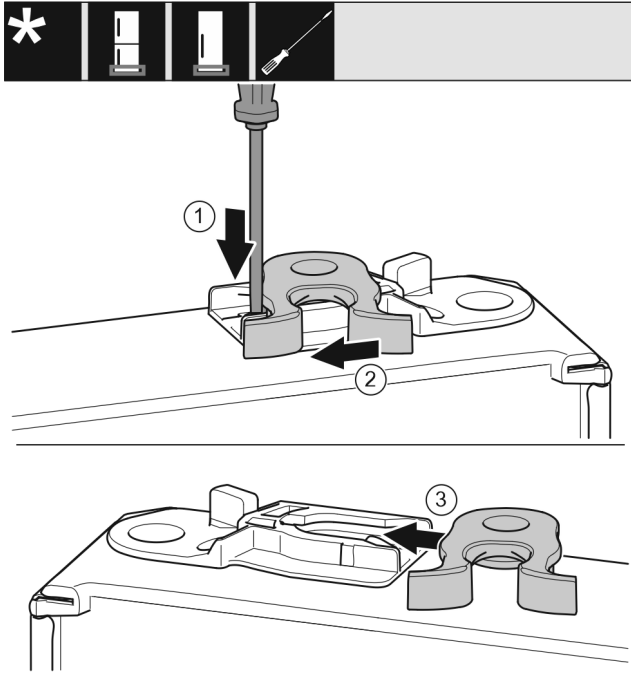

Fig. 17
- Pousser la languette Fig. 17 (1) vers le bas avec un tournevis plat.
- Retirer la gâche Fig. 17 (2) du guide.
- Pousser la gâche Fig. 17 (3) de l'autre côté dans le guide.